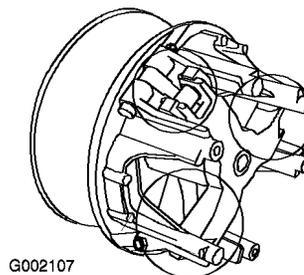

Figura 47
- Lubrifique as peças móveis nas áreas assinaladas com um círculo em Figura 47 utilizando o Dry Lubricant Spray da Toro, disponível no revendedor ou distribuidor autorizado Toro.